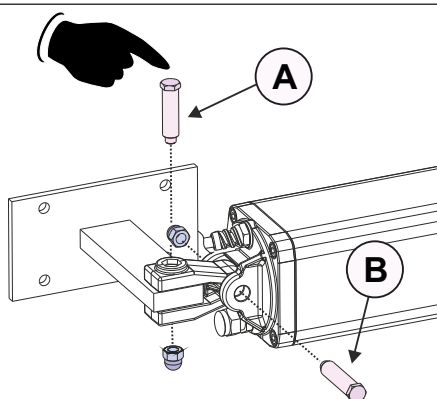

Fig. 18
- Colocar la horquilla oscilante del operador sobre el accesorio trasero previamente soldado - Fig. 18
- Insertar los pivotes de fijación, corto (A) y largo (B), ejerciendo únicamente una presión manual - Fig. 18
- Asegurar los pivotes de fijación con las tuercas suministradas - Fig. 18